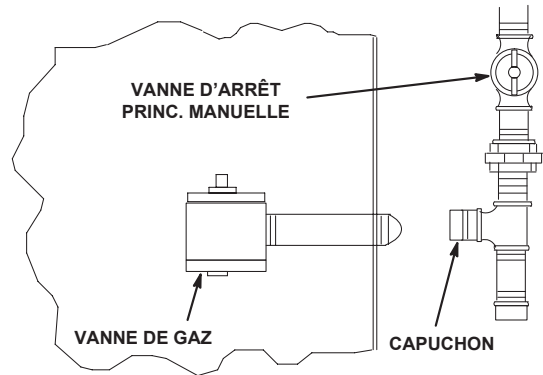

FIGURE 15
Débranchez et isolez la canalisation de gaz de la vanne de gaz avant l'essai de pression de la canalisation. Les pressions supérieures à 0,5 psig (3,48 kPa) peuvent endommager la vanne de gaz. Reportez-vous à la FIGURE 15.
- 3 - Raccordez le câblage du thermostat au contrôleur de l'unité, situé sur le côté inférieur de la section du contrôleur. Effectuez le raccordement comme indiqué à la FIGURE 15 pour les thermostats électromécaniques et électroniques. En cas d'utilisation d'autres dispositifs de contrôle de la température ou de systèmes de gestion de l'énergie, reportez-vous aux instructions et au schéma de câblage fournis par le fabricant.